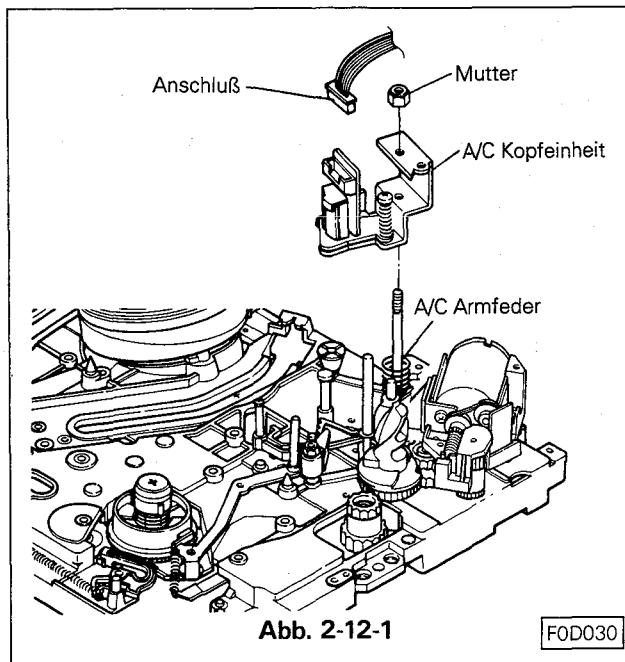

Abb. 2-12-1
### 2-12-1 Ausbau (siehe Abb. 2-12-1)
- Die Kopfeinheit auf dem Schacht aufstezen während die A/C Haltearmfeder ca. 60 nach rechts gedrückt wurde. (Siehe Abb. 2-12-1)
- Stecker auf der A/C Platine aufstecken. Siehe Abb. 2-12-1.